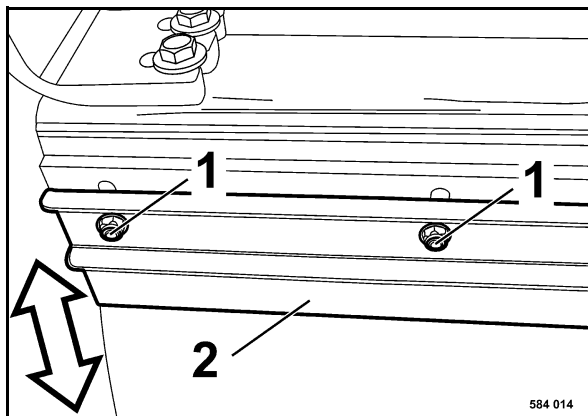

Fig. 220
- Para reajustar los rascadores 2 (Fig. 220) hay que soltar los tornillos de fijación (1) en los agujeros oblongos y deslizar los rascadores en dirección del rodillo hasta hacer contacto.